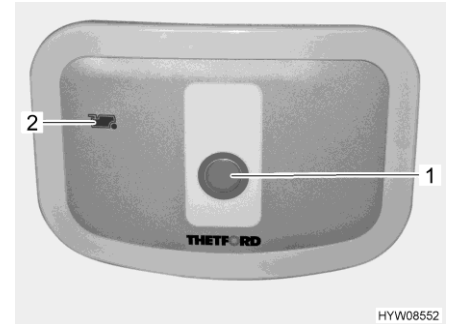

Bild 218 Spülknopf/Kontroll-Leuchte (Thetford-Toilette)
- Zum Spülen den blauen Spülknopf (Bild 218,1) drücken.
Die Kontroll-Leuchte (Bild 218,2) leuchtet, wenn der Fäkalientank entleert werden muss.